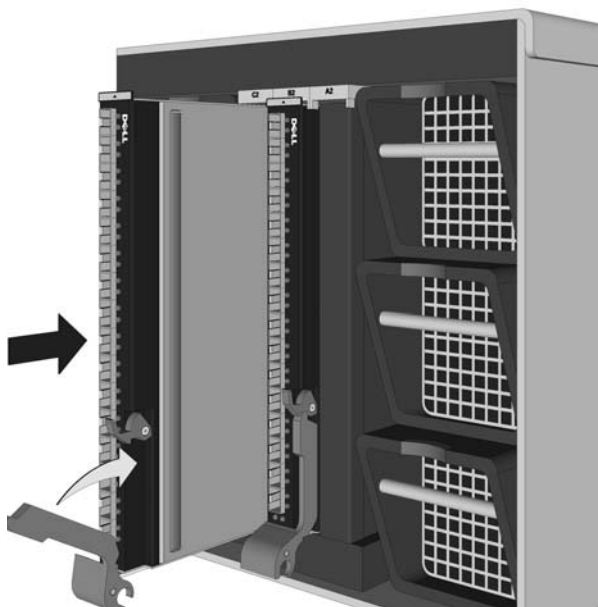

Figura 1-2. Instalación del módulo de transferencia
- 5 Rote el brazo de enganche hacia arriba hasta que quede nivelado con el panel frontal y la parte superior del brazo se apoye sobre el enganche como se muestra en la Figura 1-2, Instalación del módulo de transferencia.